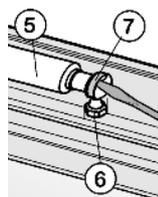

Fig. 32
- ▶ Retirer l'amortisseur Fig. 32 (5) du tourillon Fig. 32 (6). Pour desserrer le crapaud élastique Fig. 32 (7) soulever le ressort prudemment avec un tournevis.
- ▶ Raccrocher l'amortisseur de fermeture Fig. 32 (5) dans le sens inverse des opérations